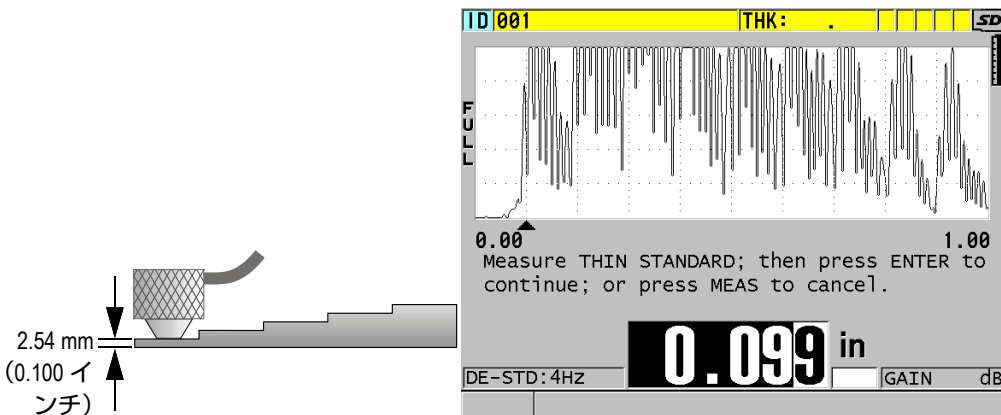

図 5-5 ステップ階段状試験片（薄い部分）による音速校正の実行
2. ゼロ点校正を実行するには（84ページの図5-5を参照）：